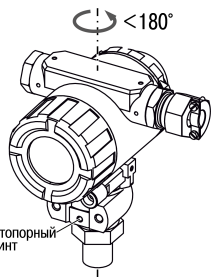

Рисунок 4 – Поворот корпуса
1. Ослабить стопорный винт с помощью шестигранного ключа (см. рисунок 4).